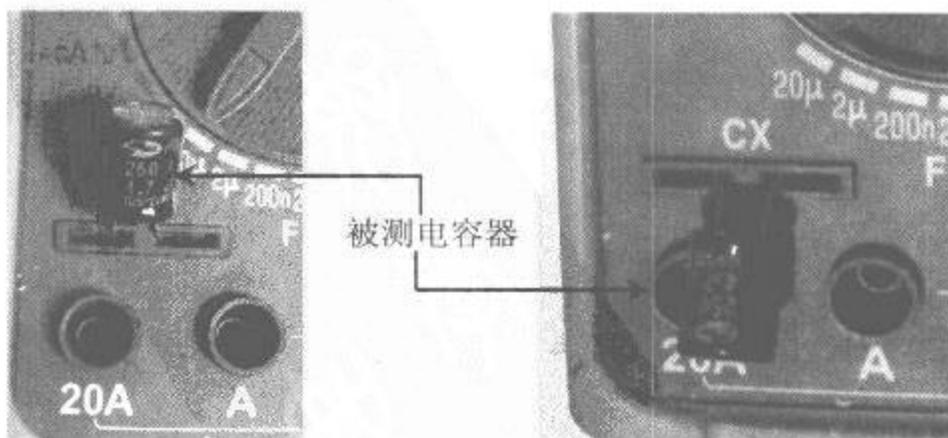

图 1-25 电解电容器的测量
- 03 将电容器的两只引脚分别插入电容器测试孔,如图1-25所示。